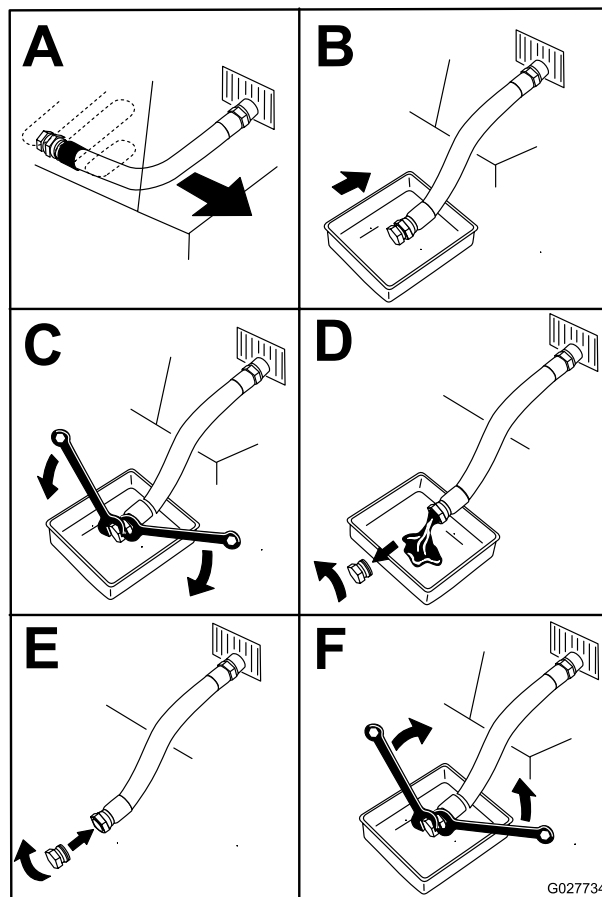

Figure 50
4. Avant de quitter la position d'utilisation, coupez le moteur, enlevez la clé de contact et attendez l'arrêt complet de toutes les pièces mobiles (Figure 50).